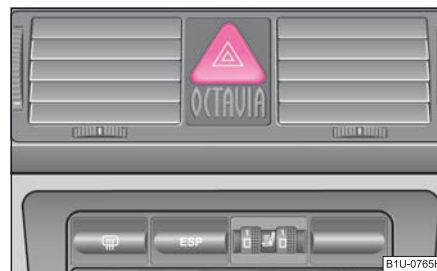

Fig. 44 Cuadro de interruptores:
- Pulse el interruptor  $\Rightarrow$ fig. 44 para conectar y desconectar el sistema de intermitentes simultáneos.